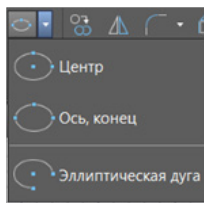

Рис. 60. Раскрывающийся список команд для построения эллипса
- кнопка *Эллипс*  с раскрывающимся списком на *Ленте*, закладка *Главная*, раздел *Рисование* (рис. 60).
Главная, раздел *Рисование* (рис. 60).